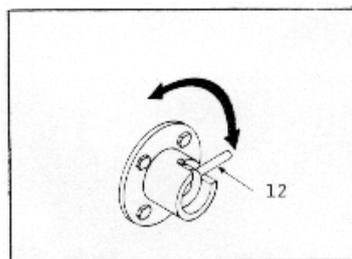

Fig. 4
**MANDO FRENO ESTACIONAMIENTO (12) FIG. 4**